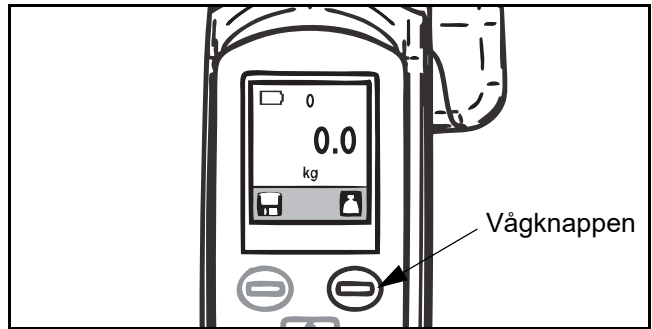

Fig. 66
1) Tryck på vågknappen för att ta fram nollvärdet på displayen (se Fig. 66).